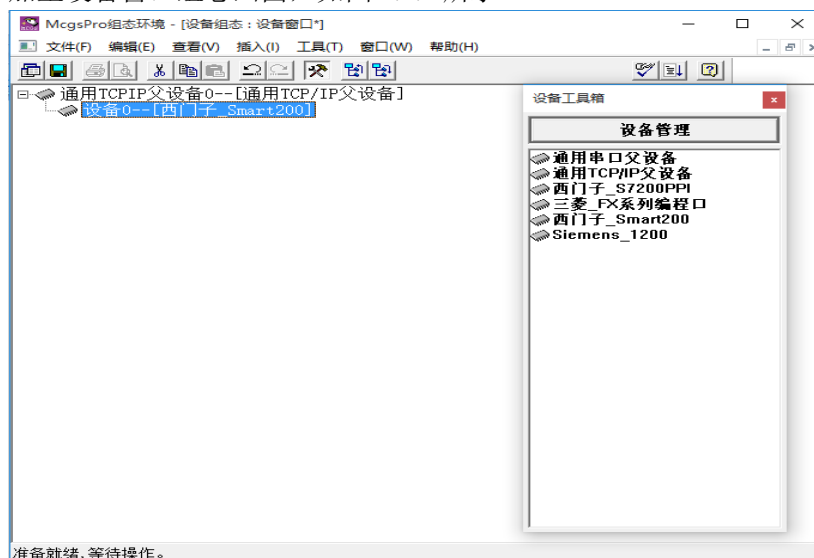

图 4.4.2
- 在工作台中，鼠标双击  进入设备组态画面，点击工具条中的  打开“设备工具箱”。在设备工具箱中，按先后顺序双击“通用 TCP/IP 父设备”和“西门子_Smart200”添加至设备窗口组态画面，如图 4.4.2 所示。